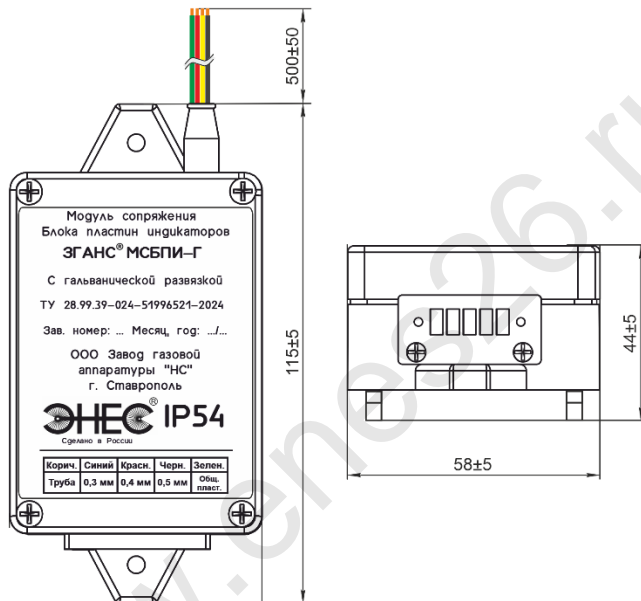

Рисунок 1
4.1 МСБПИ выполнен в виде единого блока (рис. 1). На нижней торцевой поверхности корпуса располагается разъем для соединения с БПИ и выводом от сооружения. На верхней – проводники для подключения МСБПИ к системе телеметрии, через которые осуществляются электропитание МСБПИ и информационный обмен по интерфейсу RS-485.